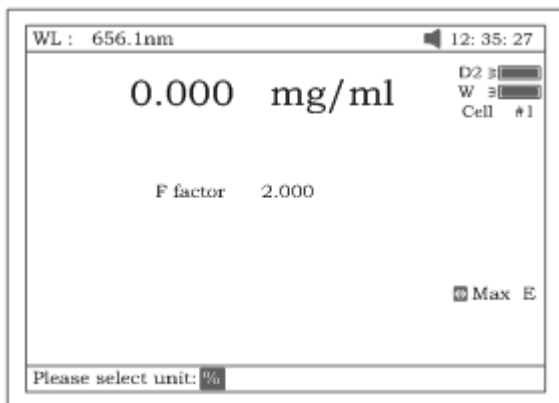

Рис. 21
- Нажмите клавишу [**F1**] для выбора единицы измерения концентрации. Выберите нужную размерность с помощью клавиши [**Λ**] (рис.21).